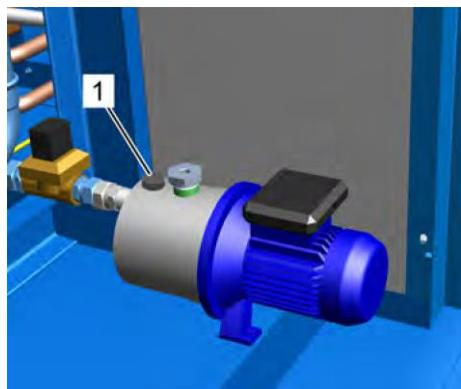

Рис. 35: Водяной насос
8. Удалите пробку для выпуска воздуха на водяном насосе (Рис. 35/1), заполните насос водой и снова закройте пробку для выпуска воздуха.